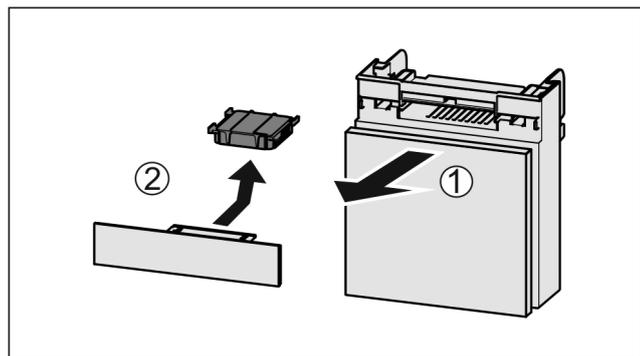

Fig. 113
- ▶ Estrarre il vano tirando in avanti Fig. 113 (1).
- ▶ Rimuovere il filtro a carboni attivi Fig. 113 (2).